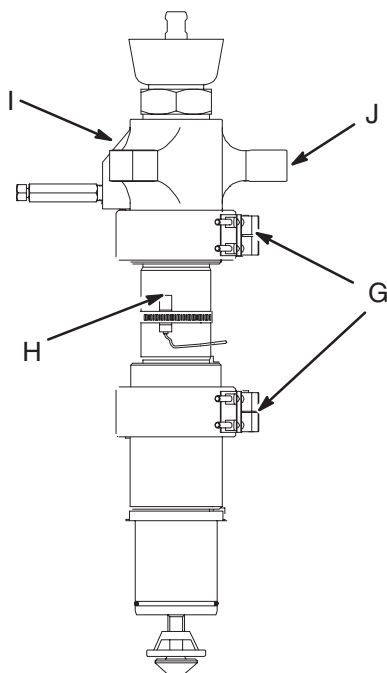

Fig. 11
6. Fig. 11. Mettre une bande chauffante neuve à l'emplacement de l'ancienne:
- a. Positionner les bornes du réchauffeur (G) de manière à ce qu'elles soient alignées sur l'arrière de la pompe (J).
6. Fig. 11. Remettre le capteur (H) sur le collier:
- b. Placer le capteur à environ 30°, dans le sens anti-horaire, de la sortie de la pompe (I).